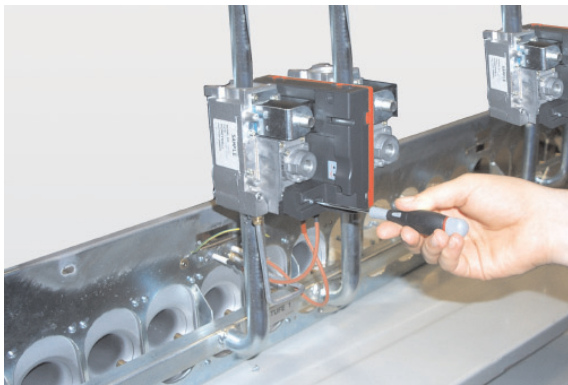

Abb. 8
- Die elektronischen Steuerungseinheiten des Gasventils abnehmen (Abb. 8).